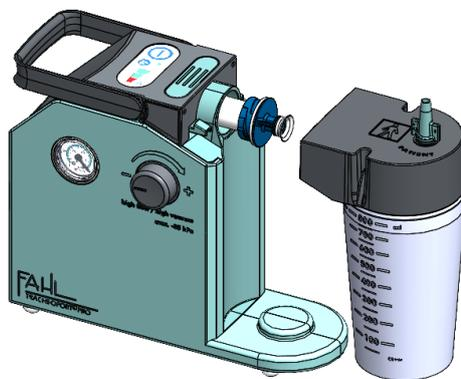

Bild 3
7. Setzen Sie den Sekretbehälter TRACHEOFIRST® PRO / TRACHEOPORT® PRO in die am Boden vorgesehene Behälterführung ein. Drücken Sie zur Fixierung des Sekretbehälters TRACHEOFIRST® PRO / TRACHEOPORT® PRO auf den Deckel des Sekretbehälters TRACHEOFIRST® PRO / TRACHEOPORT® PRO bis dieser einrastet bzw. halten Sie die türkisfarbene Entriegelungstaste während des Einsetzens des Sekretbehälters TRACHEOFIRST® PRO / TRACHEOPORT® PRO gedrückt, bis dieser einrastet (siehe Bild 3).